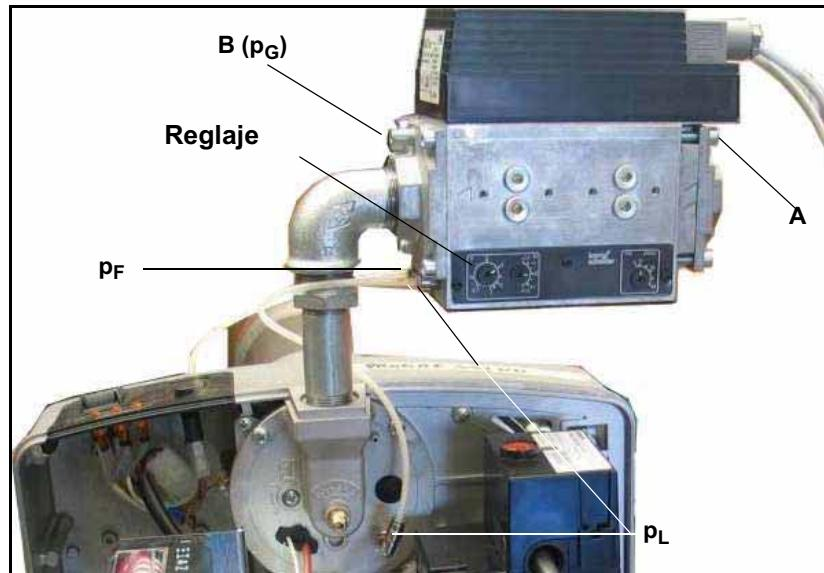
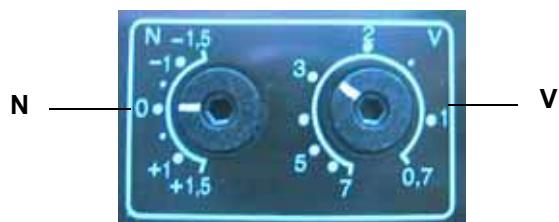

Fig. 19
Fig. 20
Raportul de amestec **V** (vedeti pozele Fig. 19 - Fig. 20)
- 1 Porniti arzatorul cu flacara joasa : daca arzatorul nu porneste, rasuciti **N** (vezi poza Fig. 20) usor in directia + si repetati pornirea.
- 2 Testati presiunea gazului **pG** la **B** (vezi poza Fig. 19).
- 3 Testati presiunea aerului **pL** (vezi poza Fig. 19) la arzator si reglati presiunea gazului la **N** corespunzator specificatiilor producatorului arzatorului.
- 4 Potriviti gradual arzatorul la flacara inalta si reglati presiunea gazului la **V** (vezi poza Fig.20) conform puterii de intrare a cazonului.
- 9 Repetati analiza cu flacara joasa si inalta ; daca este necesar , corectati **N** and **V** (vezi poza din Fig. 20) .
- Nu blocati conexiunea **pF** daca nu este utilizata (vezi poza din Fig. 19).
V = Nu reglati raportul prea inalt ! Presiunea gazului la **B** este mai mica decat presiunea gazului la **A** (vezi poza din Fig.19) mai putin caderea de presiune a controlului amestecului .
- 2 Masurati presiunea gazului la **A** si **B** (vezi poza din Fig. 19).